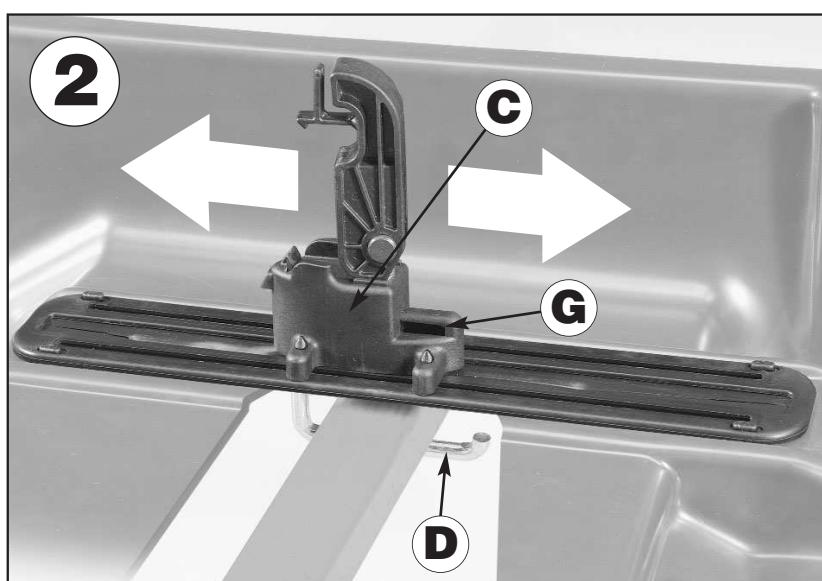

fig. 2)
- Desserrer dans les sens contraire des aiguilles d'une montre afin de libérer le crochet (fig. 2/D) et avancer à l'étape suivante.
- Faire coulisser le système de fixation (fig. 2/C) à droite ou à gauche jusqu'à ce que la barre butte contre le côté du crochet (fig. 2/D).